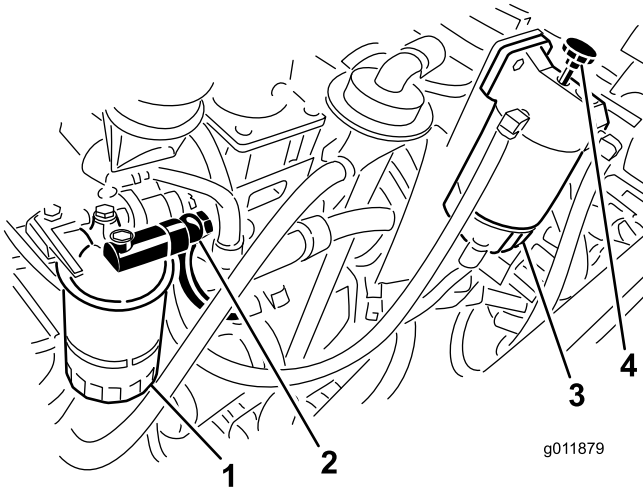

Bild 66
5. Lösen Sie den Ringstutzen am Gehäuse des Kraftstofffilters (Bild 66).
6. Lassen Sie die Wasserabscheider-Vorpumpe so lange laufen, bis Kraftstoff ungehindert aus dem Ringstutzen tritt (Bild 66).